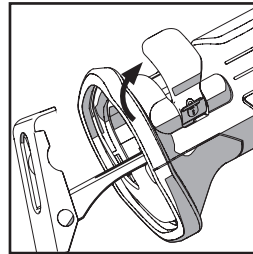

Abb. 1
- Betätigen Sie den Sägeblattklemmhebel, um den Sägeblatthalter zu öffnen! (**Abb. 1**)